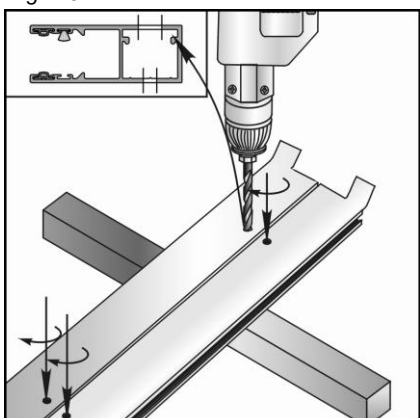
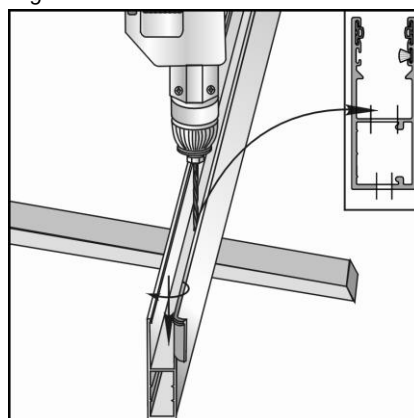

Fig. 2.5
Fig. 2.6
2.4. En cas de pose en façade percez des trous sur la face avant de la coulisse afin de mettre des bouchons de Ø11,8 mm (fig. 2.5). En cas de pose sous linteau percez un trou de Ø11,8 mm dans la paroi interne de la coulisse (fig. 2.6).